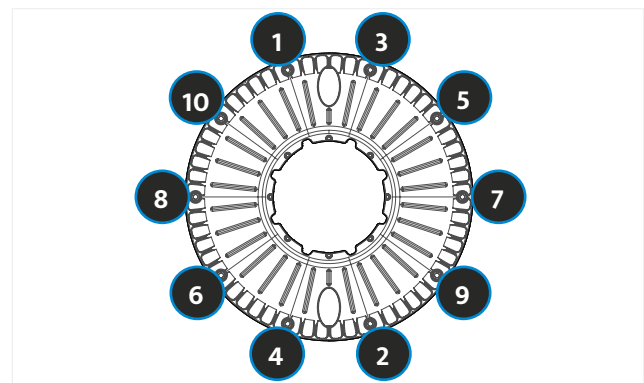

BILD 63 REIHENFOLGE: RICHTIGE ABFOLGE ZUM SCHRAUBEN
- ▶ Die Felgenhälften wieder mit den Felgenschrauben (M6 Flachkopfschrauben) und den Felgenschraubenhülsen (M6 Flachkopfhülsen) am äußeren Lochkreis mit 2 x Innensechskantschlüsseln (4 mm) mit dem richtigen Anziehdrehmoment in richtiger Reihenfolge (Siehe Bild 63) aneinander festschrauben.